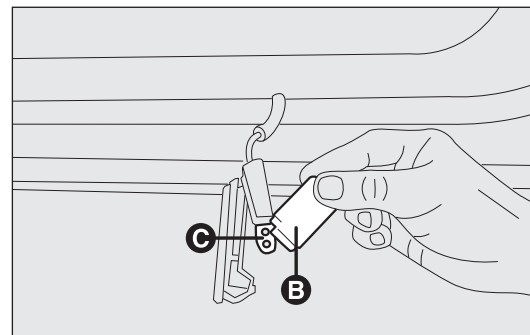

рис. 162
- нажмите сбоку на защитный кожух лампы В – рис. 162 около двух крепежных штифтов и поверните его;
- замените лампу С – рис. 162 с нажимной установкой;